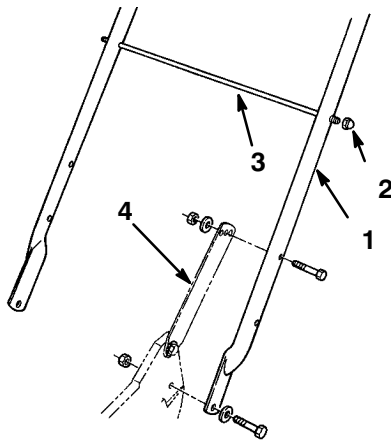

Abbildung 2
1. Die Griffstange mit 2 5/16–18 x 1–1/4" (8 mm x 31 mm) Kopfschrauben, Unterlegscheiben und Sicherungsmuttern mit dünnen Nyloneinsätzen im unteren Loch an der Außenseite des Rasenmähergehäuses montieren (Abb. 2).
2. Die Griffstangenklinken mit 2 5/16–18 x 1–1/2" (8 mm x 38 mm)-Kopfschrauben, Unterlegscheiben und Sicherungsmuttern mit Nyloneinsätzen an der Griffstange befestigen (Abb. 2).
3. Die Korbhaltestange durch die **oberen** Montagelöcher in der Griffstange schieben und jedes Ende mit einer Hutmutter sichern (Abb. 2).